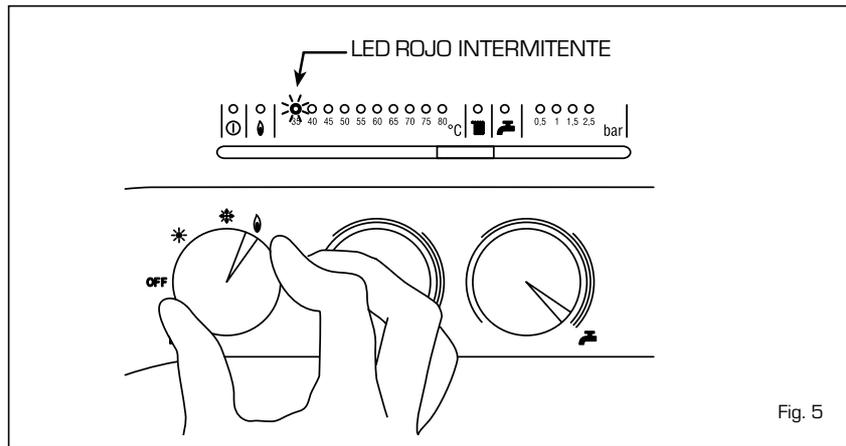

Fig. 5
**- Intervención termóstato de seguridad (fig. 5).**